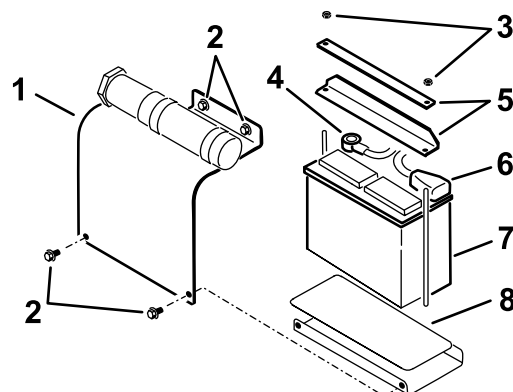

Figura 35
3. Togliete il coperchio della batteria (Figura 35)
4. Rimuovete i dadi e le barre che fissano la batteria (Figura 35).
5. Scollegate il cavo negativo (nero) al polo negativo (-) della batteria (Figura 35).
6. Staccate il cavo positivo (rosso) dal polo positivo (+) della batteria (Figura 35).
1. Montate la batteria sulla pedana (Figura 35).
2. Fissate la batteria al telaio con le barre e i dadi tolti in precedenza (Figura 35).
3. Utilizzate i fermi rimossi in precedenza per montare il cavo positivo (rosso) sul morsetto positivo (+) della batteria (Figura 35).
5. Utilizzate i fermi rimossi in precedenza per montare il cavo negativo (nero) sul morsetto negativo (-) della batteria (Figura 35).
6. Montate il coperchio della batteria (Figura 35).